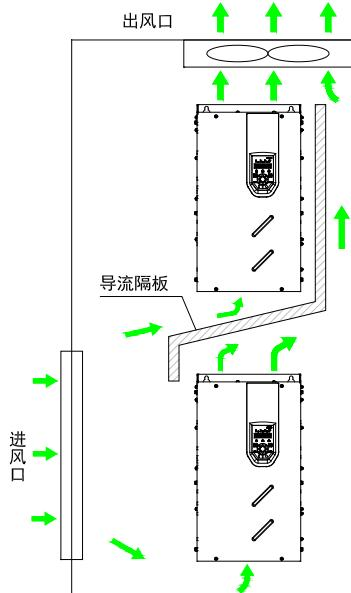

图 3-4 上下排安装要求
- 垂直向上安装变频器，便于热量向上散发。若柜内有多台变频器时，请并排安装。在需上下安装の場合，请参考图 3-4，安装隔热导流板；